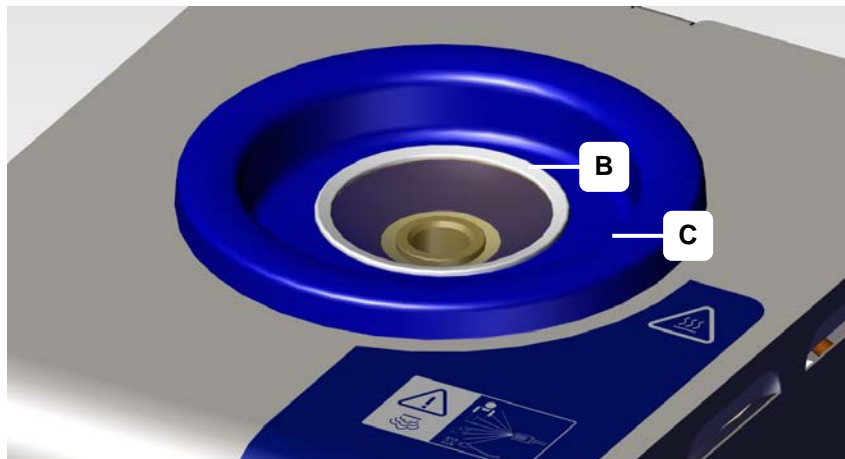

Imagen 6.2.2: Coloque el filtro en la cubeta colectora
3. Coloque el filtro (imagen 6.2.2) en la cubeta colectora.